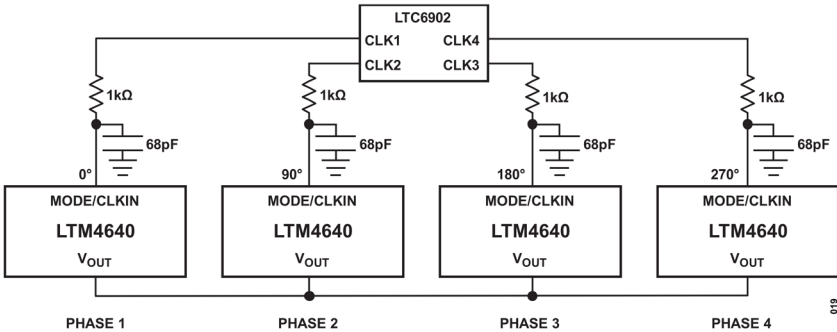

図 19. 外部クロック IC とローパス・フィルタを使用した 4 相動作
CLKOUT 信号を後続段の LTM4640 の CLKIN ピンに接続することにより、システム全体の周波数と位相の両方を揃えることができます。PHMODE ピンを INTVCC ピンに接続すると 180°、GND ピンに接続すると 120°、フロート状態にすると 90° の位相差がそれぞれ CLKIN と CLKOUT の間に生じ、これらは 2 相動作、3 相動作、4 相動作に相当します。図 39 に 2 相の設計を示します。3 相動作または 4 相動作で最高の性能を実現するためには、外付けのクロック集積回路 (IC) を使用して、各 LTM4640 に必要な位相差を与えることを推奨します。各外部クロック信号に、LTM4640 に供給される手前にオプションのローパス・フィルタを追加することもできます。図 19 にそのような 4 相の設計を示します。4 相より多い相の間でのインターリーブは推奨されません。